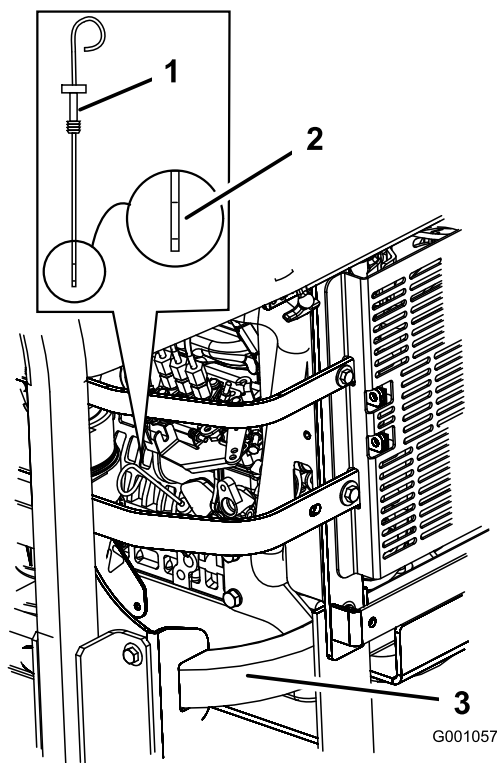

Figure 39
- Nettoyez la surface autour de la jauge d'huile (Figure 39) pour éviter que des impuretés ne s'introduisent dans le goulot de remplissage, ce qui risquerait d'endommager le moteur.
- Sortez la jauge d'huile et essuyez soigneusement l'extrémité métallique (Figure 39).
- Enfoncez la jauge complètement dans le goulot de remplissage. Ressortez la jauge et examinez l'extrémité métallique (Figure 39). Si le niveau est bas, versez lentement une quantité d'huile suffisante dans le trou de remplissage pour amener le niveau au repère du plein.